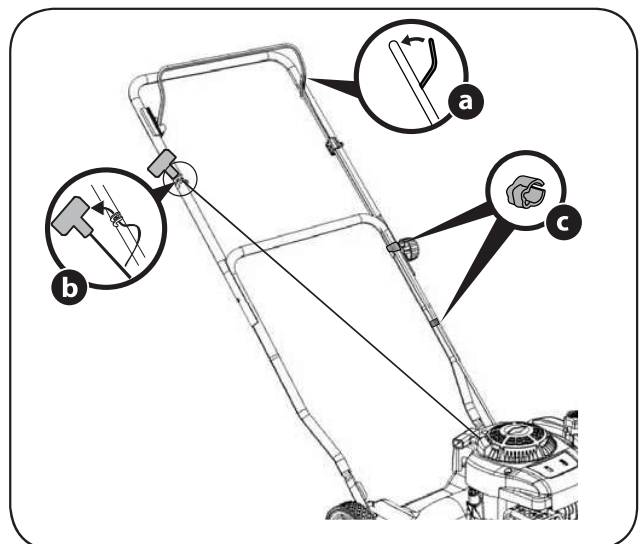

Figura 4
- a. Sostenga la manija de control de la cuchilla contra la manija superior (Figura 4).